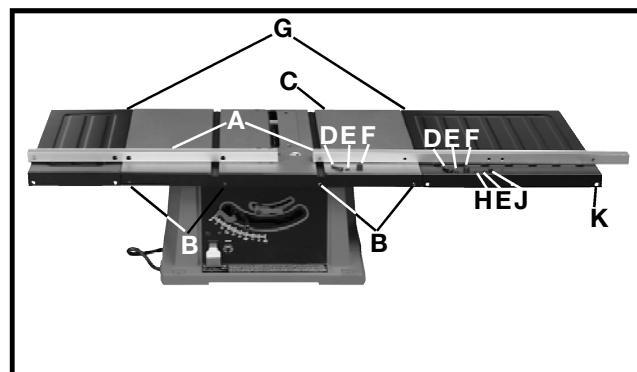

Fig. 19
1. Tenir la barre de guidage avec les grands trous face à vous. Serrer lâchement les barres de guidage (A) fig. 19, au quatre trous filetés (B) de la table de la scie (C) avec deux longues vis (D) de 6,4 m - 20 x 31,2 mm (1/4 po - 20 x 1 1/4 po) (D), des contre-écrous (E) et des cales (F).
**IMPORTANT : les cales (F) fig. 19, sont insérées entre les barres de guidage (A) et la table de la scie (C).**
2. Fixer les barres de guidage (A) fig. 19, aux rallonges (G) par les trous (K) avec la longue vis (D) de 6,4 mm - 20 x 31,2 mm (1/4 po - 20 x 1 1/4 po), un contre-écrou (E) de 6,4 mm (1/4 po), une cale (F), une rondelle plate (H) de 6,4 mm (1/4 po), un contre-écrou (E) de 6,4 mm (1/4 po) et un écrou hexagonal (J) de 6,4 mm (1/4 po) - 20 puis serrer toute la visserie d'assemblage de la barre de guidage.
**IMPORTANT : la cale (F) fig. 19, est insérée entre les barres de guidage (A) et les rallonges (G).**